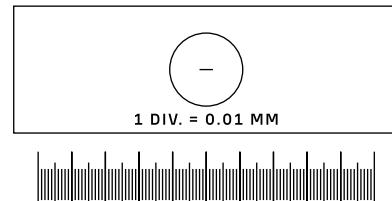

Рис. 18. Калибровочный слайд
- Ослабьте крепежный винт **3** и откройте крышку корпуса насадки, как показано на рис. 18 с, д;